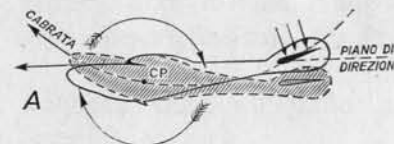

Fig. 6.
a) alzato (incidenza negativa), il modello impenna (fig. 6);